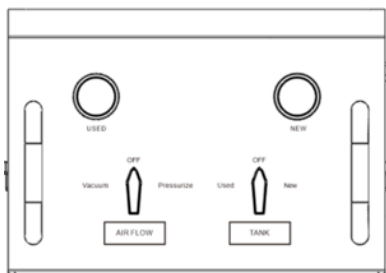

Fig 1.
1. Poziție inițială (Fig. 1, Fig. 2, toate supapele închise)
4. Puneți ambele supape de pe panou în poziția "OFF" („OPRIT”) (Fig. 1) și mențineți deschisă supapa de pe furtunul de lichid uzat (Fig. 7), pentru a menține presiunea de aspirare în sistemul de răcire al vehiculului. Monitorizați indicatorul de presiune de pe rezervorul uzat pentru a realiza o analiză a scurgerii sistemului de răcire.